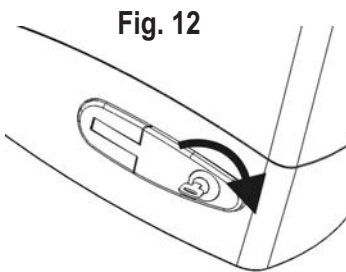

Fig. 12
- Inserire la chiave nella serratura e ruotarla in senso orario di 90° (Fig.12).